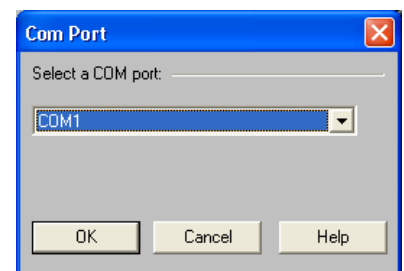

ABBILDUNG 2-1: Dialogfeld "COM Port" (COM-Anschluss)
- b) Das Dialogfeld "COM Port" wird geöffnet (siehe Abb. 2-1).